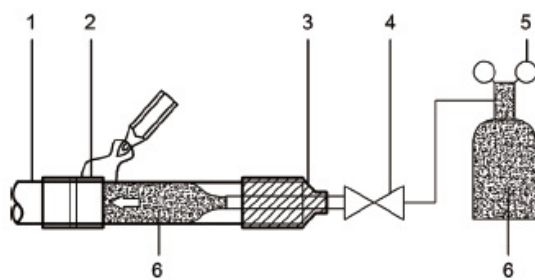

Figura 4.4
- Cand conducta este umpluta cu azot in timpul sudarii, azotul trebuie redus la 0,02 MPa folosind supapa de eliberare a presiunii. A se vedea Figura 4.4.